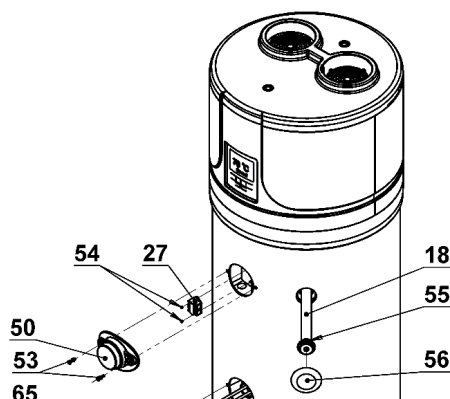

Fig. 14
66.1. Réinitialisation du thermostat de sécurité 27 (Fig.14)
- Retirer le panneau de garniture supérieur en dévissant les vis de fixation (Fig. 14);
- Appuyer manuellement sur le bouton du thermostat de sécurité jusqu'à ce qu'un son soit entendu (Fig. 14).
66.4. Anodes en magnésium 18. (Fig. 14)